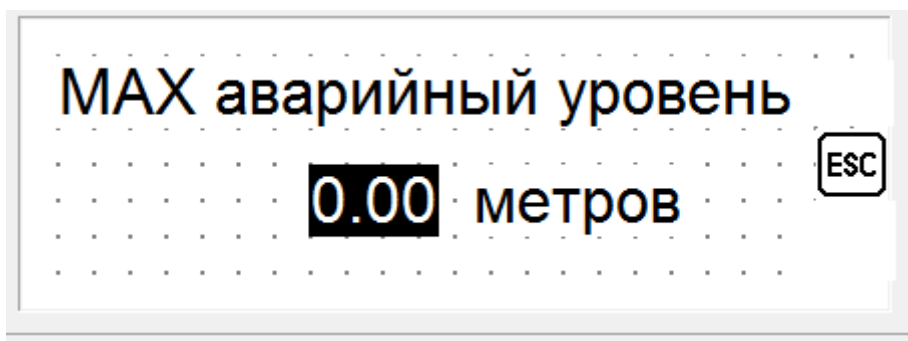

рис.9
3.9. Окно указания/редактирования максимального аварийного уровня (перелива). Для возврата назад нажимаем кнопку «ESC». См. рис.9.